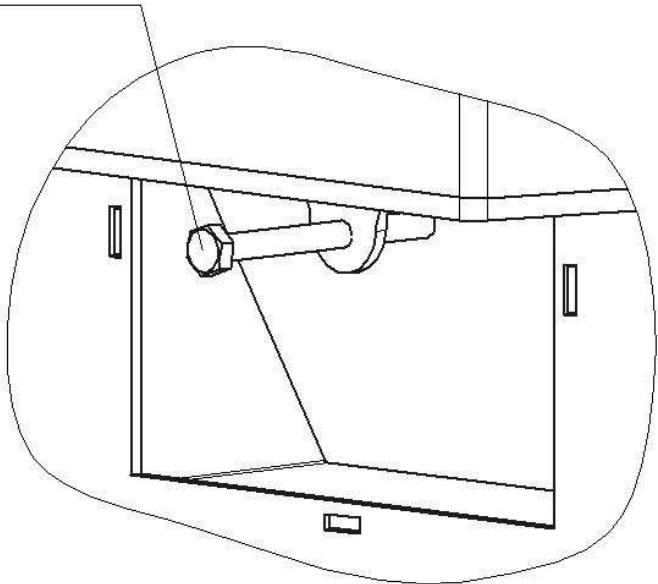

Рисунок 13
7.1.2 Коли розпалювальний матеріал розгориться почати завантаження палива через завантажувальні дверцята. Для запобігання спікання вугілля рекомендується спочатку нагріти воду у котлі до температури приблизно 60°C, використовуючи у якості палива дрова, після чого почати завантаження вугілля. Розмір окремих фракцій вугілля повинен складати не менше 25 мм. Поступово й рівномірно завантажити вугілля в кількості, достатній для утворення шару висотою приблизно 150 мм, після чого завантаження припинити на термін 15-20 хвилин для зайнання палива. Після завантаження, закрити завантажувальні дверцята, заслінку поз. 9 на шурувальних дверцятах відкрити за допомогою внутрішнього болта (рисунок 13).